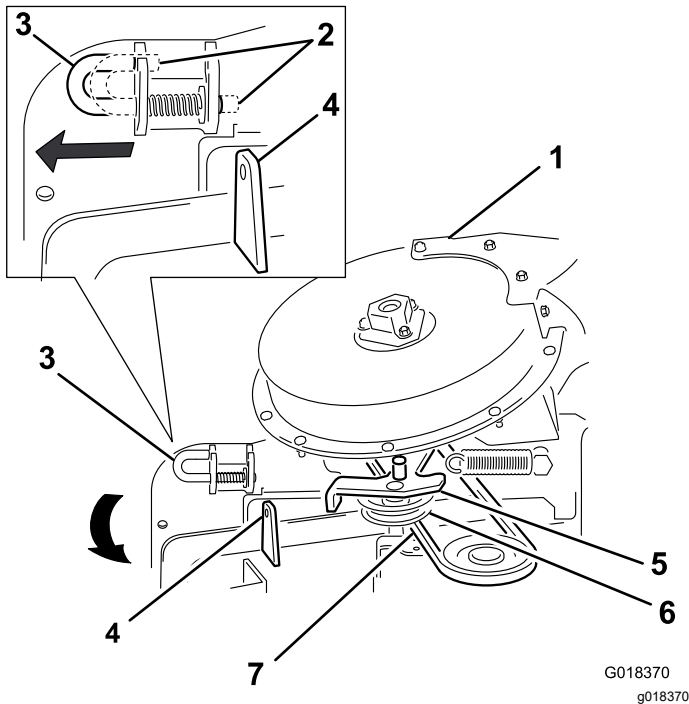

Bild 28
3. Stellen Sie den Arretierbolzen von der arretierten in die geöffnete Stellung (Bild 28).
4. Schließen Sie das Gebläse und fluchten Sie den Arretierbolzen mit dem Loch in der Auswurfkanalhalterung aus (Bild 28).